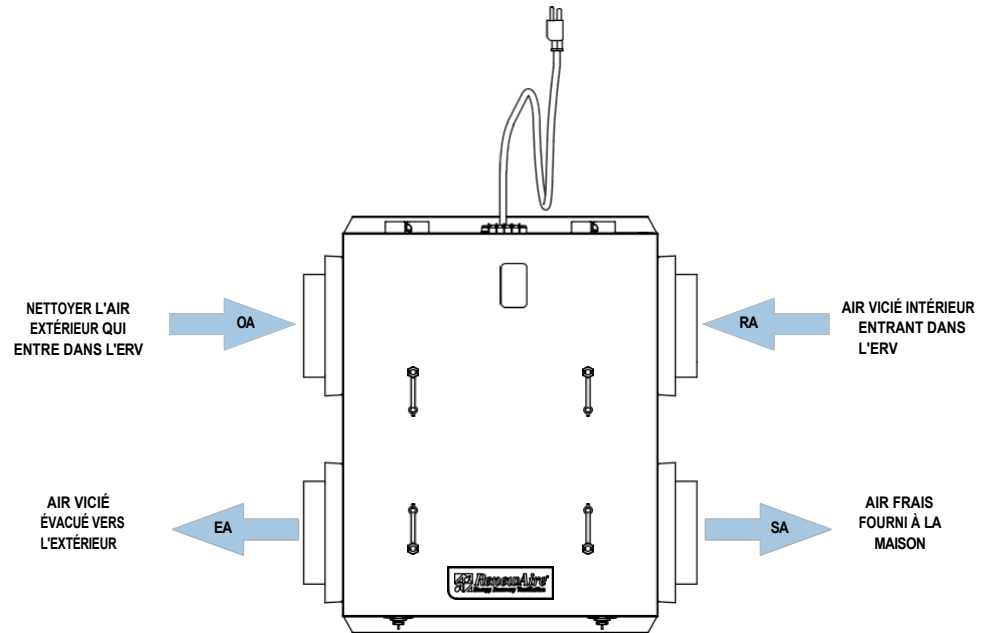

FIGURE 5.0.0 MODÈLE DE FLUX D'AIR EV PREMIUM
**REMARQUE :** les flux d'air peuvent être inversés lors de l'installation. Il s'agit d'une installation acceptable qui n'affecte pas les performances de l'appareil ni la garantie. Si les flux d'air sont inversés, les flèches OA et RA changeront de position dans la figure 5.0.0, tout comme les flèches EA et SA. L'installateur doit noter si les flux d'air sont inversés.